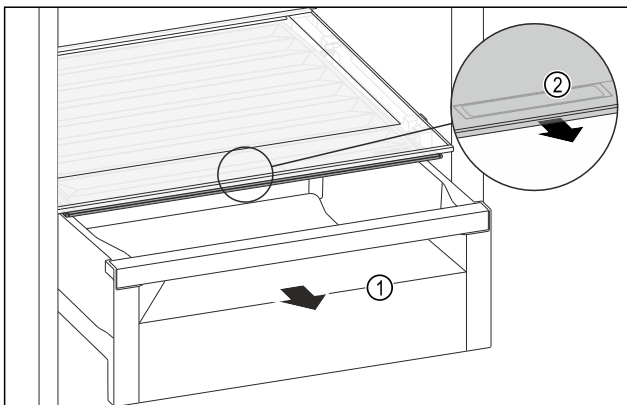

Fig. 146
- Schubfach Fig. 146 (1) herausziehen.
- Griffmulde Fig. 146 (2) am Fachdeckel anfassen und Fachdeckel gleichzeitig nach vorne ziehen.